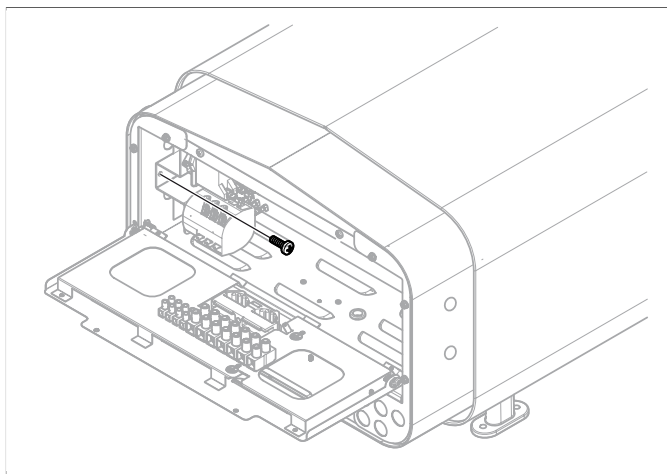

Рисунок 7: Винты консоли
5. Ослабьте винты консоли см. **Рисунок 7**, страница 4.